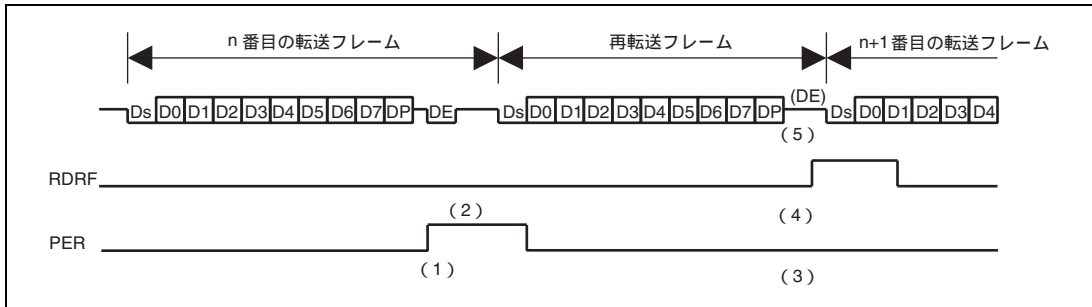

図 30.8 スマートカードインタフェース受信モードの場合の再転送動作
スマートカードインタフェースが受信モードの場合の再転送動作を図 30.8 に示します。図 30.8 の (1) ~ (5) は、以下の動作に対応します。